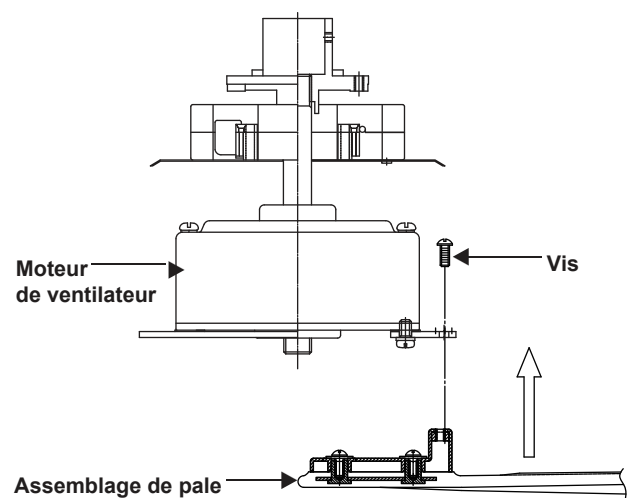

Figure 6
3. Fixez l'assemblage de pale au moteur du ventilateur à l'aide des vis de pales fournies. Répétez le processus avec d'autres pales. Serrez chaque vis et assurez-vous que la pale est droite. (Fig. 6)